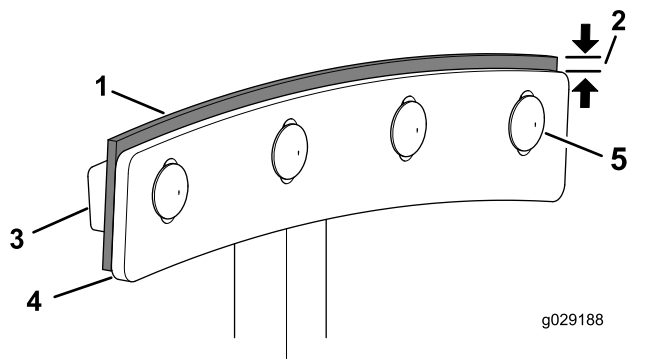

Figura 69
4. Afloje los pernos de cabeza redonda y las contratuercas prensadas que sujetan la hoja de la paleta y la escobilla a la paleta (Figura 69).